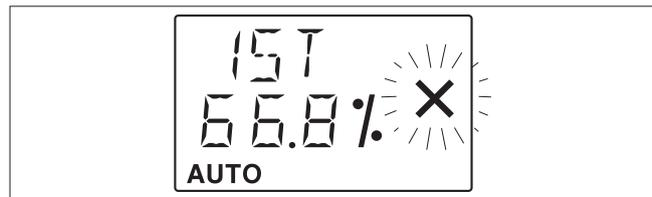

Abb. 31. Displayanzeige der reduzierten Leistung
Entdeckt der ND-Stellungsregler schwerwiegende Gerätefehler (Eingangssignal, Ventilstellung und Reglersignale), fährt die Armatur in die Sicherheitsstellung. Im Menü Sicherheitsstellung (557), ist die Sicherheitsstellung für den Fehlerfall definiert. Die Betriebsart Sicherheitsstellung wird, wie in Abbildung 31 gezeigt, im Display dargestellt. Die Fehlermeldung wird solange angezeigt, bis die Ursache behoben ist und der ND9000 neu gestartet wurde, d.h. der Stromkreis muss kurzzeitig unterbrochen werden.